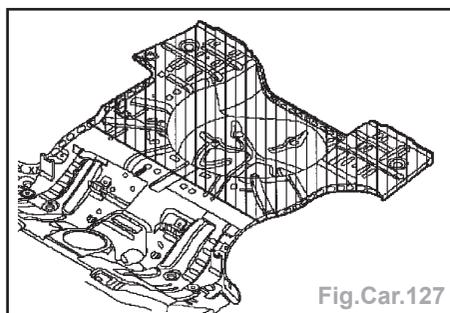

Fig.Car.127
- Enlever le plancher par perçage (Fig. Car.127).